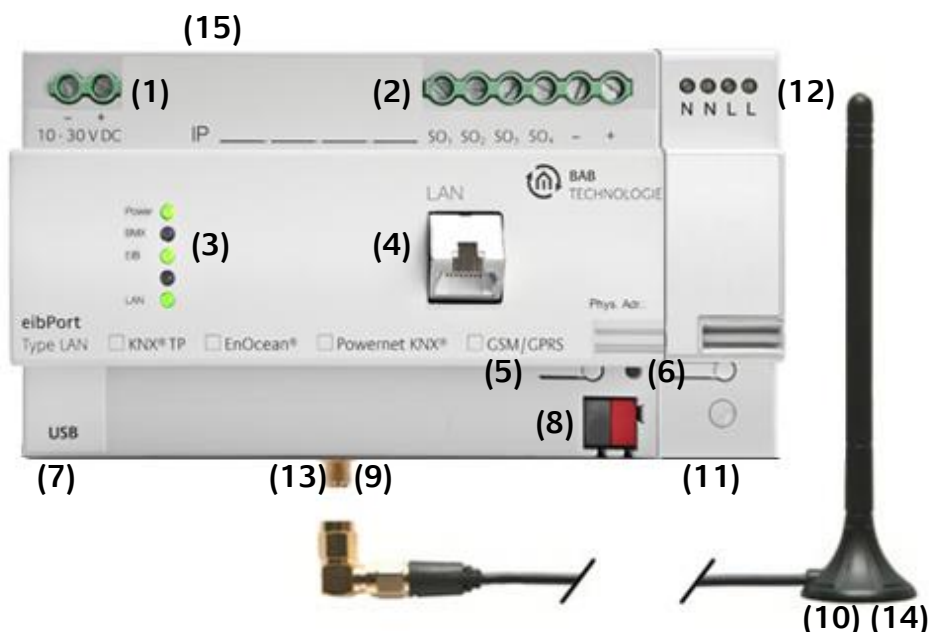

Abbildung 2: Geräteaufbau
Bitte achten Sie bei der Konfektionierung der Spannungsversorgung darauf, dass genügend Leistung zur Verfügung steht. Der EIBPORT benötigt während des Boot-Vorgangs 300mA bei 12 V! Schließen Sie die Spannungsversorgung entsprechend der Kennzeichnung an die Schraubklemmen **(Abbildung 2 (1))** an.
Um den EIBPORT zu programmieren ist ein Zugriff über LAN notwendig. Das kann entweder über ein vorhandenes LAN oder über eine direkte Verbindung geschehen. Stecken Sie die Netzwerkleitung (LAN) in die RJ 45-Buchse **(Abbildung 2 (4))** ein.
- Schließen Sie die Busleitung an die Busanschlussklemme (**Abbildung 2 (8)**) an
- Verbinden Sie den Powernet Netzankoppler (**Abbildung 2 (11)**) mit der Netzspannung.
- Schrauben Sie den SMA-Stecker auf die SMA-Buchse (**Abbildung 2 (9,10)**) bis dieser festsetzt.
Sind alle Anschlüsse montiert kann das Gerät mit Spannung versorgt werden. Um die korrekte Installation zu kontrollieren, warten Sie bis das Gerät vollständig gebootet ist. Das dauert circa 2 Minuten. Achten Sie dabei auf die „Signal LEDs“ (**Abbildung 2, (3)**) am Gerät. Bei korrekter Betriebsbereitschaft leuchten 4 LEDs: